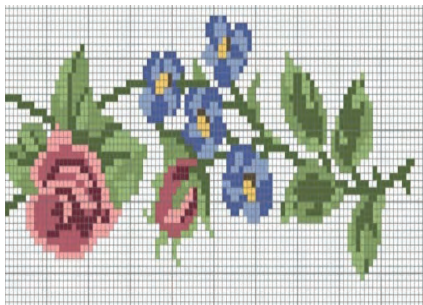

Рис.75. Образец шва крестиком и его использование.
Обработка махрового полотенца швом крестик с подсчетом стежков (рис.75).
1. Размер вышивки на полотенце будет 30х8 см и выполняется по клеткам канвы 170х37 (как на образце рис.75).
4. На канву наносится образец как на рис.75 и вышивается нитками мулине.